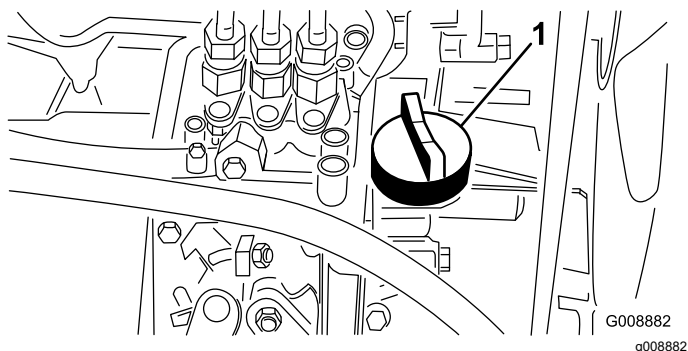

**Figura 20**
2. Retire la varilla (Figura 20) y límpiela con un paño limpio.